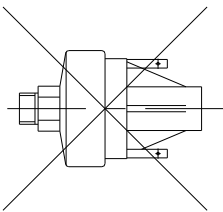

图12
2.3.5 气阀座应平装或侧装，使气压开关向上，不允许向下或水平安装。如图 12、13、14。